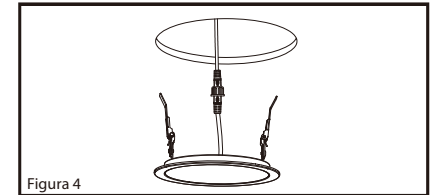

Figura 4
8. Sube los ganchos de resorte en luz empotrada hacia arriba y a través del recorte. Los ganchos de resorte deben de cerrarse sobre el techo y asegurar el panel LED empotrado en su lugar. (Figura 4)